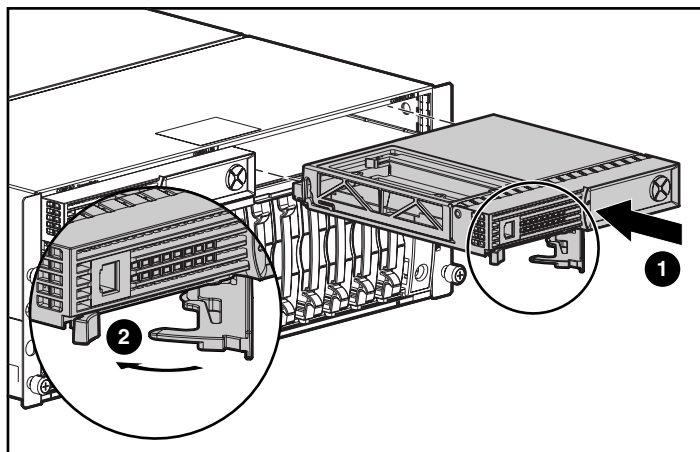

Figure 8 : Installation du contrôleur dans un MSA1000
7. Poussez le contrôleur dans le châssis aussi loin que possible ❶ et appuyez sur le loquet vers l'intérieur jusqu'à ce qu'il soit de niveau avec le panneau avant ❷. Reportez-vous à la Figure 8.